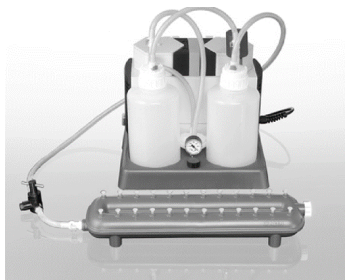

Figura 2. QIAvac 24 Plus, QIAvac Connecting System e Vacuum Pump
Le colonne QIAamp Mini sono elaborate sul QIAvac 24 Plus mediante VacConnectors monouso e VacValves riutilizzabili. Le VacValves (facoltative) sono inserite direttamente negli slot luer del collettore QIAvac 24 Plus e garantiscono una portata costante, facilitando l'elaborazione parallela di diversi volumi di campione. Si devono utilizzare se le portate del campione differiscono significativamente, per garantire un vuoto costante. I VacConnectors sono connettori monouso che si inseriscono tra le colonne QIAamp Mini e le VacValves o tra le colonne QIAamp Mini e gli slot luer del QIAvac 24 Plus. Impediscono il contatto diretto tra la colonna spin e la VacValve durante la purificazione, evitando così qualsiasi contaminazione crociata tra i campioni. I VacConnectors si gettano dopo un unico utilizzo. A causa dei grandi volumi di soluzione utilizzati, è richiesto il QIAvac Connecting System (o una configurazione simile con flaconi di scarto) (vedere Figura 2).
- La pressione indotta dal vuoto è la pressione differenziale tra l'interno del collettore da vuoto e l'atmosfera (pressione atmosferica standard 1013 millibar o 760 mm Hg) e può essere misurata utilizzando il QIAvac Connecting System (vedere Figura 2). I protocolli richiedono una pompa da vuoto in grado di produrre un vuoto da -800 a -900 mbar (ad es., QIAGEN Vacuum Pump). Evitare pressioni indotte da vuoto più elevate. L'uso di pressioni indotte da vuoto inferiori a quelle raccomandate può ridurre la resa e la purezza dell'acido nucleico e aumentare il rischio di intasamento delle membrane.